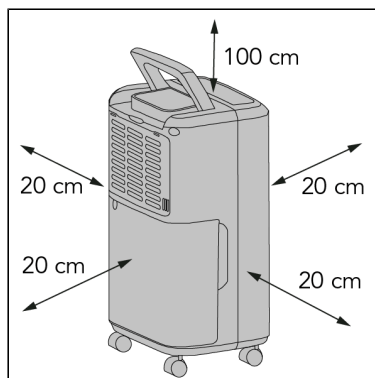

Figure 37.
2. Respectez les distances minimales suivantes pour assurer une bonne circulation de l'air dans l'appareil (Figure 37\*) :